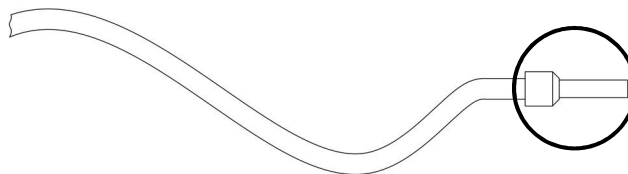

Рисунок 2 - проводник с кабельным наконечником
- Многожильные проводники рекомендуется использовать с кабельными наконечниками (рис. 2).